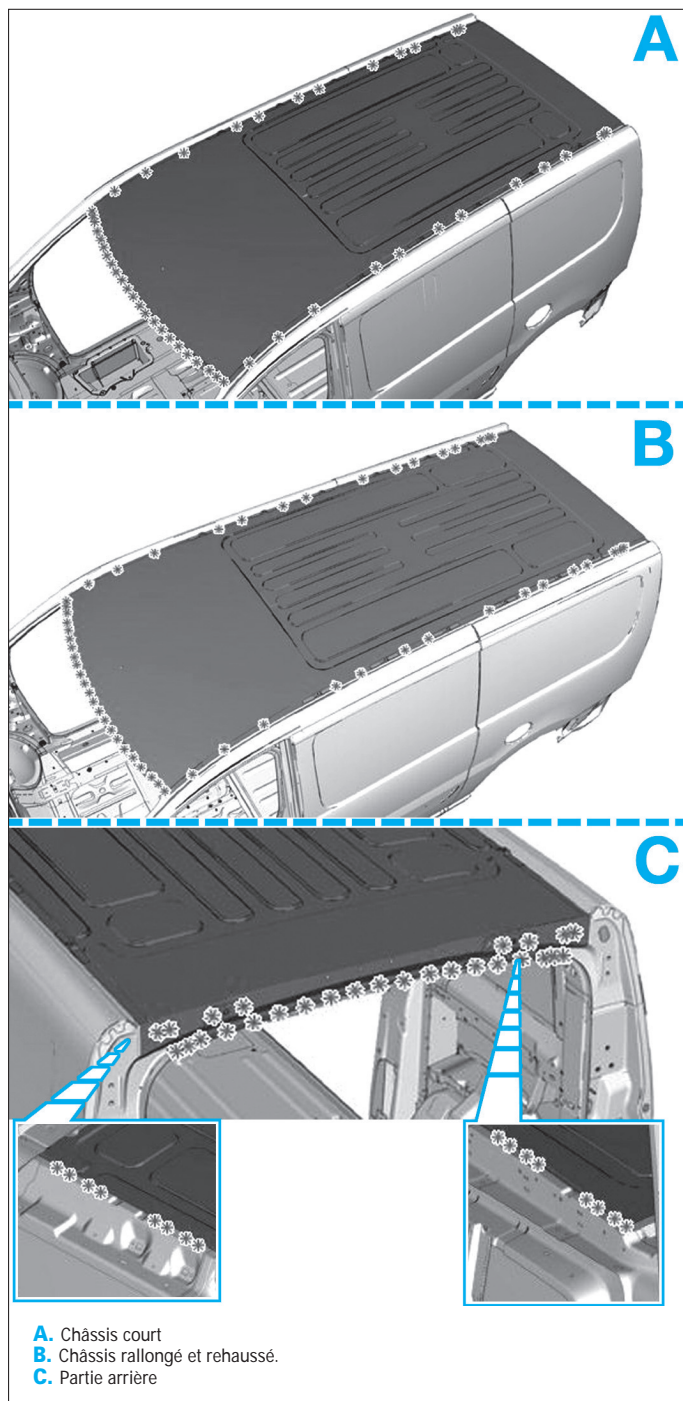

FIG. 74
- Découper les points symétriquement (Fig.74).